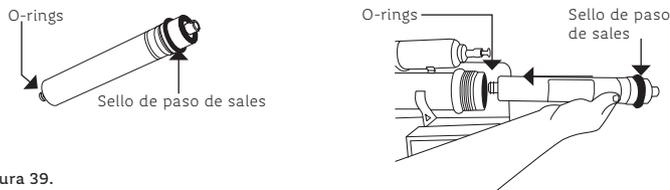

Figura 39.
5. Identifica el extremo de la Membrana de Ósmosis Inversa con O-rings y el extremo con el sello de paso de sales. Coloca la Membrana de Ósmosis Inversa con los o-rings hacia el fondo del vaso, mientras que el sello de paso de sales quede en el otro extremo del vaso; es decir, del mismo lado que la tapa del vaso de la membrana (ver Figura 39).